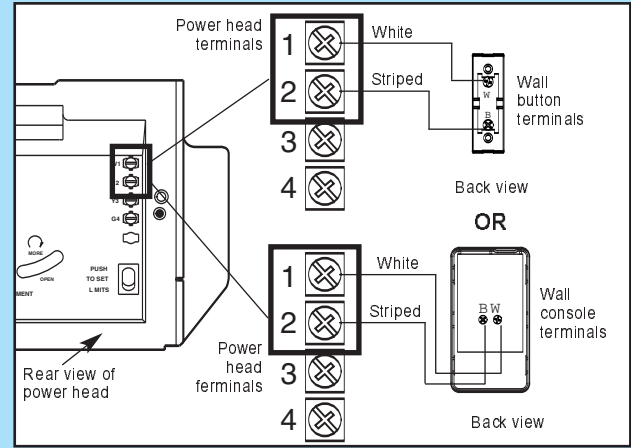

Fig. 4-1a
- 3. Attach wires (Fig. 4-1a)**